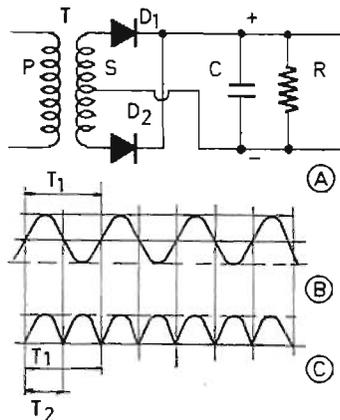

Fig. 1
L'effet attendu est obtenu en ne **filtrant pas**, ou en **filtrant peu**, le signal redressé. La figure 1 permet de voir comment s'effectue le doublement de fréquence. En (A), on a représenté le système redresseur utilisant, par exemple, un transformateur T à primaire P et secondaire S à prise médiane, deux diodes identiques  $D_1$  et  $D_2$  et un condensateur C.
L'intérêt de l'accord de  $S_1$  par  $C_1$  sur  $f_1$  est de sélectionner le signal fondamental sinusoïdal, à la fréquence  $f_1$  évidemment. Ce signal seul donnera à la sortie (aux bornes de  $P_2$ ) un signal comme celui représenté en (C), figure 1.